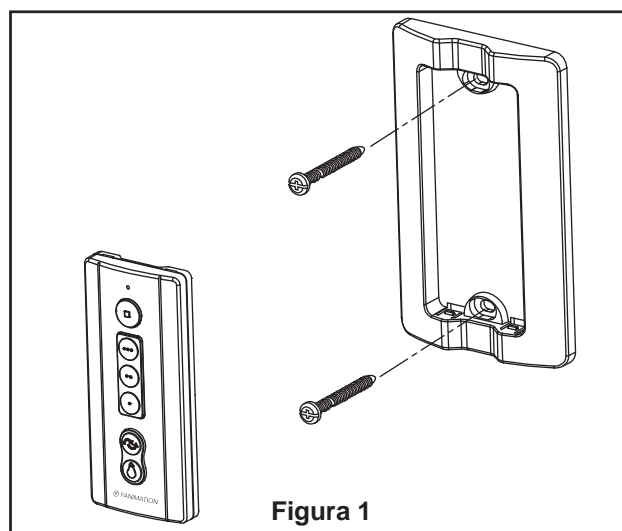

Figura 1
1. Instalación de la placa de la pared: (Figura 1)
El uso de un regulador de la intensidad completa (no incluido) para controlar la velocidad del ventilador dañará el dispositivo. Para reducir el riesgo de incendio o descarga eléctrica, no utilice dicho regulador para controlar la velocidad del ventilador. (Figura 1)